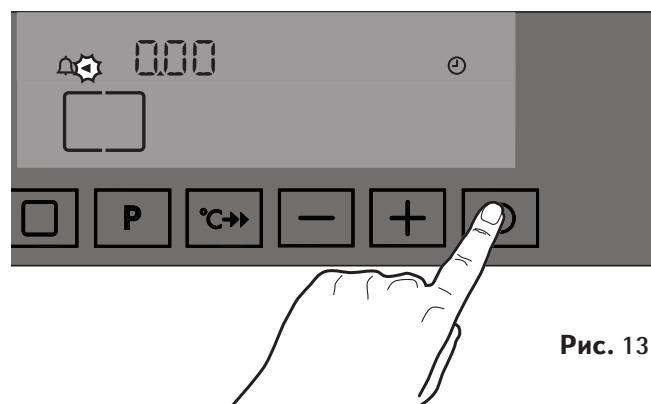

Рис. 13
1. Коснитесь клавиши “Функция времени” . При этом загорается символ рядом с символом таймера , а дисплей времени покажет “0.00” (Рис. 13).